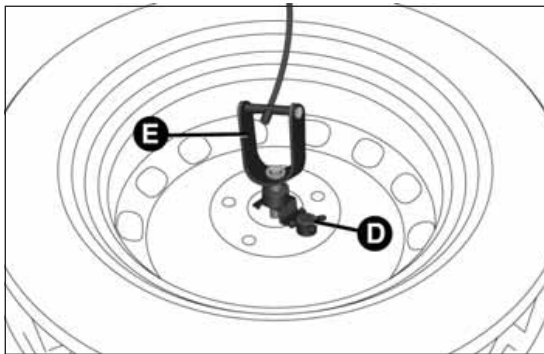

Abb. 31
- Die Vorrichtung D Abb. 31 so drehen, dass das Rad aus der Befestigungshalterung E ausgehakt werden kann;